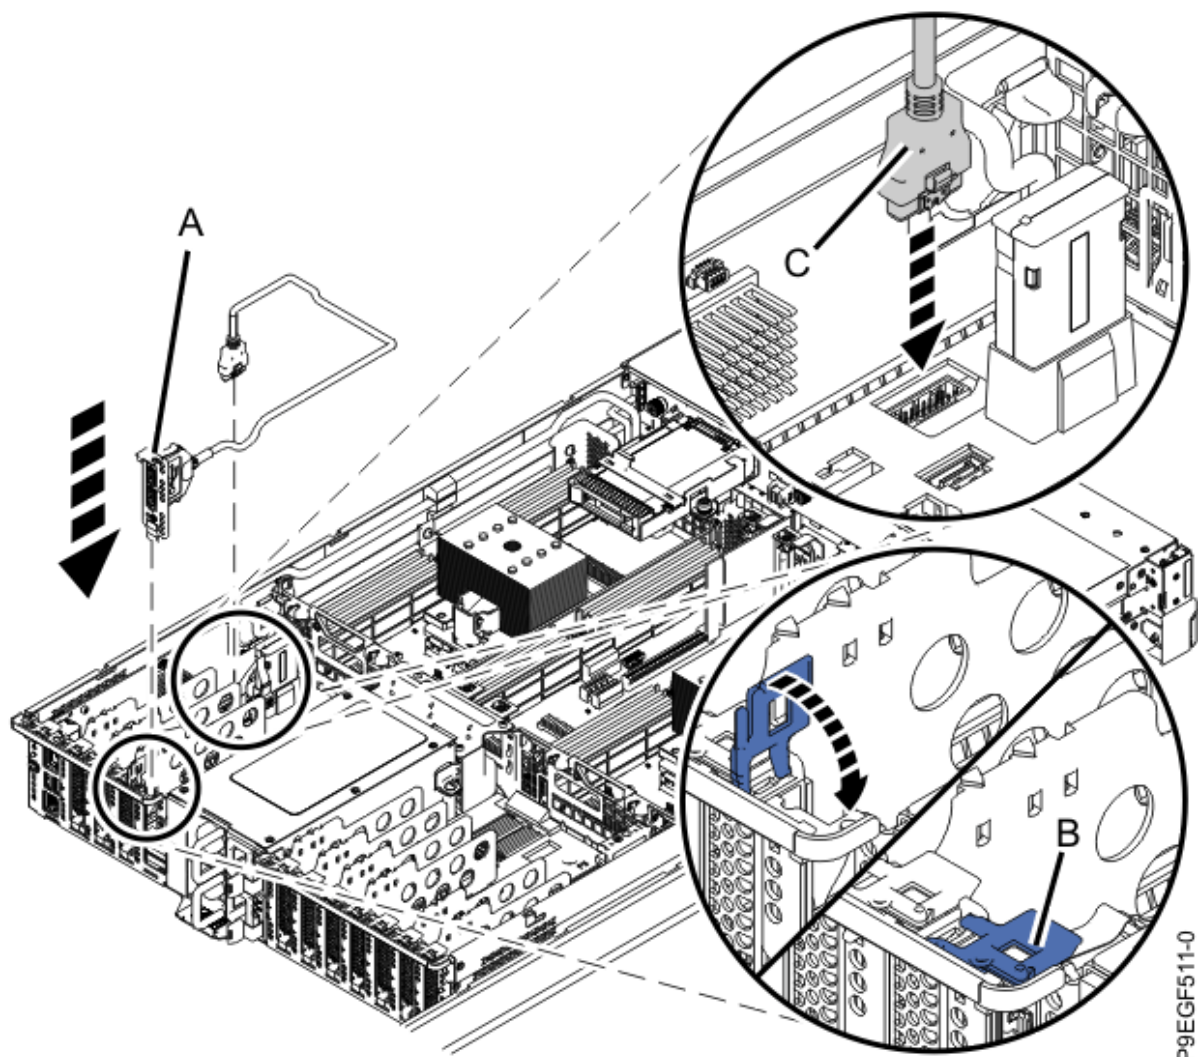

図 6. 背面 USB ケーブルの再取り付け
2. 背面 USB ケーブル・ハウジング (A) をシステムの背面にある PCI アダプター・スロットに挿入します (8 ページの図 6 を参照)。